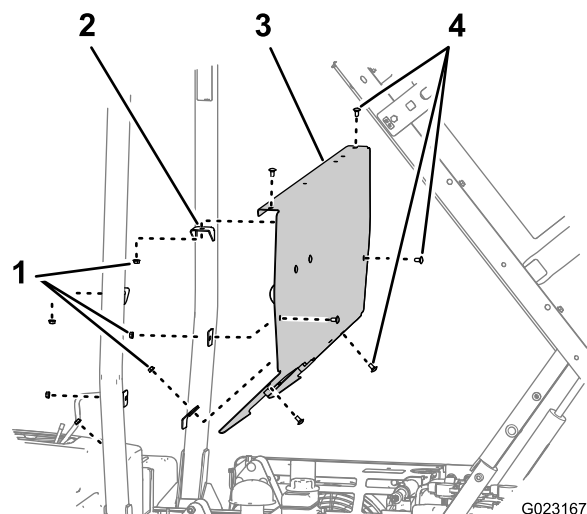

図 12
1. ROPSバーについているブラケットにROPSパネルを固定しているキャリッジボルト6本とナット6個を取り外す 図 12。
2. 機体からROPSパネルを外す 図 12。